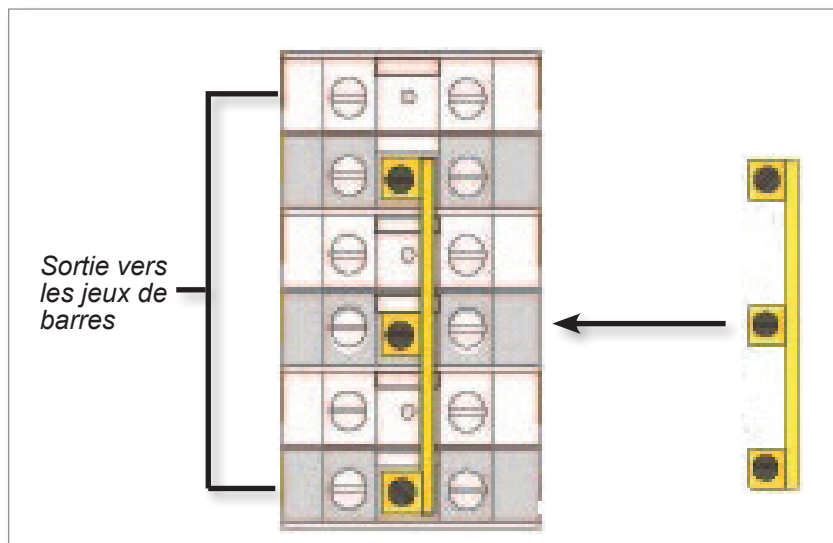

Figure 9-2 Installer la liaison à 3 voies
2. Installez la liaison à 3 voies. Voir Figure 9-2.